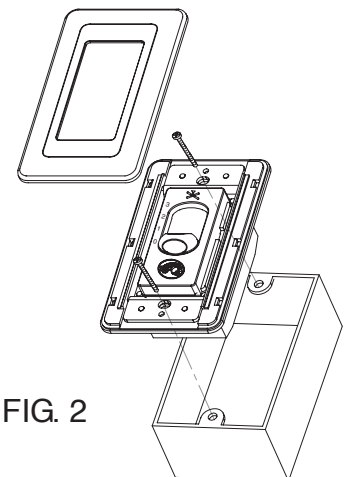

FIG. 2
5. Secure the wall-mounted control to the outlet box with two screws provided. Then, the face plate clicks on the wall control. (Fig. 2)
5. Asegura el control de montaje en pared a la caja eléctrica con los dos tornillos incluidos. Luego, la placa frontal encaja en el control de pared. (Fig. 2)